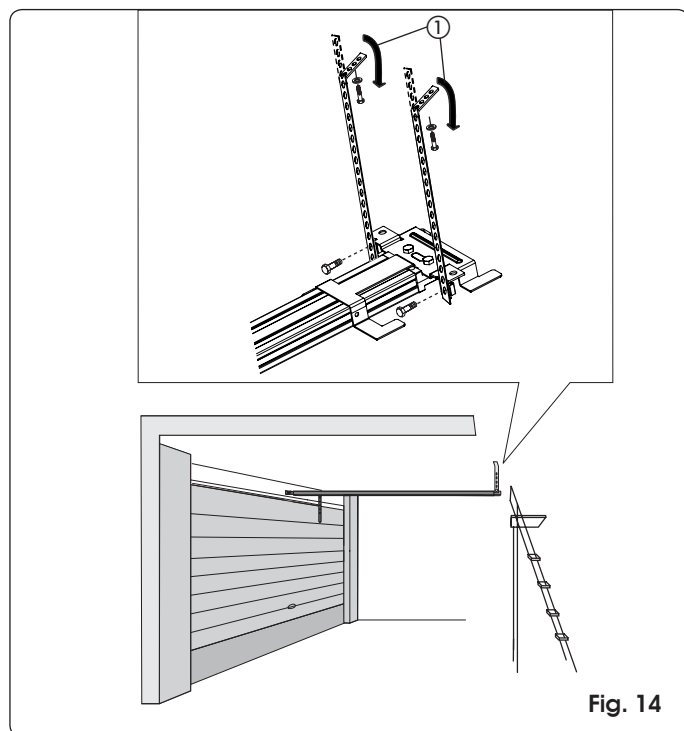

Fig. 14
- 11) Montare le staffe sull'attacco posteriore e riposizionare la guida di scorrimento (Fig. 14).